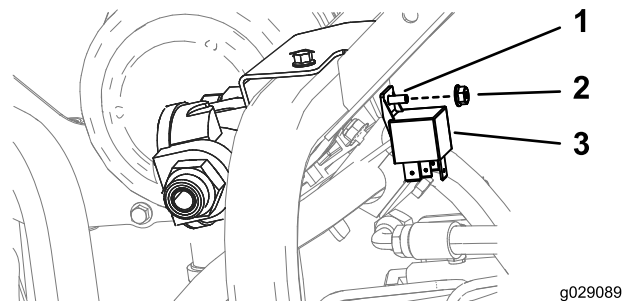

Рисунок 13
4. Установите реле, как показано на Рисунок 13.